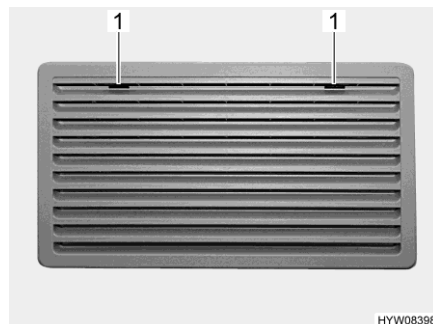
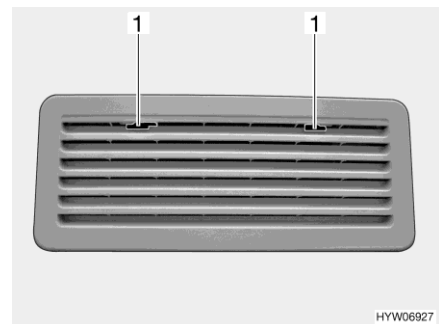

Bild 263 Kylskåpets ventilationsgaller (Thetford stort)
Bild 264 Kylskåpets ventilationsgaller (Thetford litet)
- Skjut spärren (Bild 263,1 eller Bild 264,1) till mitten.